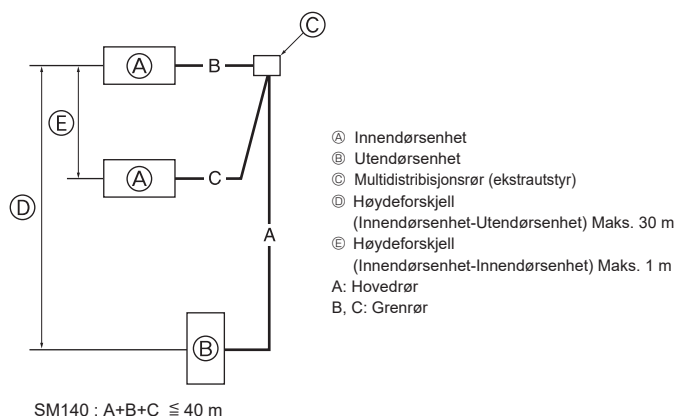

Fig. 4-8
4.8. For dobbel kombinasjon (Fig. 4-8)